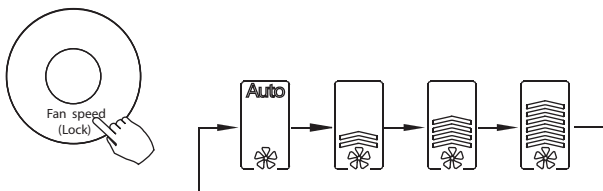

Figure 11 – Vitesse du ventilateur
- Appuyez sur **FAN SPEED** (RÉGIME DU VENTILATEUR) pour régler la vitesse du ventilateur (voir figure 11).